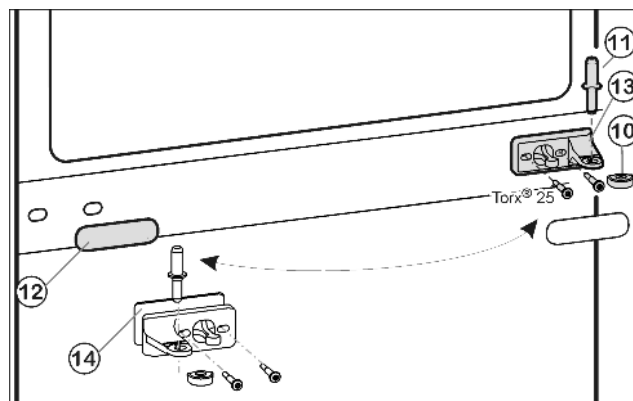
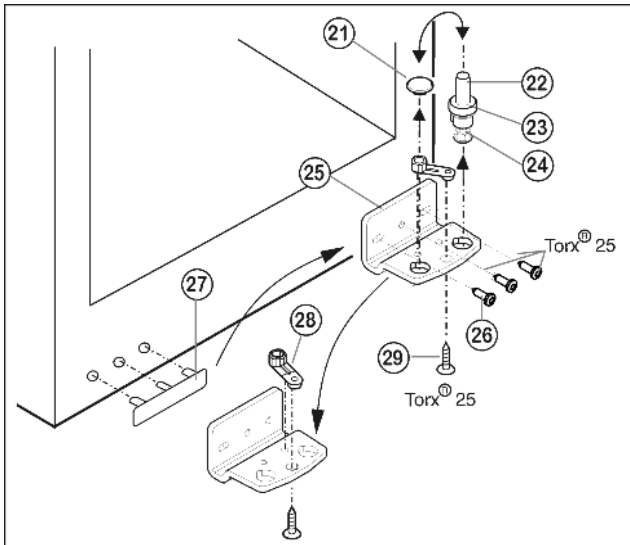

Fig. 5
Fig. 6
- ▶ Retirer le pivot central Fig. 5 (11) de sa charnière et de la porte inférieure.
- ▶ Retirer le capuchon en plastique Fig. 5 (10).
- ▶ Dévisser le support d'appui du milieu Fig. 5 (13) (2 Torx® 25).
- ▶ Retirer avec précaution le panneau-cache Fig. 5 (12) .
- ▶ Visser le support d'appui du milieu Fig. 5 (13) avec le support pivoté Fig. 5 (14) de 180° sur le nouveau côté charnière (avec 4 Nm).
- ▶ Encliqueter de nouveau le panneau-cache Fig. 5 (12) tourné de 180° sur le nouveau côté poignée.
- ▶ Dévisser le pivot Fig. 6 (22) complètement avec le disque Fig. 6 (23) et le pied réglable Fig. 6 (24) vers le haut.
- ▶ Enlever le bouchon Fig. 6 (21).
- ▶ Dévisser Fig. 6 (26) le support d'appui Fig. 6 (25).
- ▶ Dévisser l'élément pivotant Fig. 6 (28) et le permuter dans le trou opposé du support d'appui.
- ▶ Soulever le cache côté poignée Fig. 6 (27) avec précaution et le positionner sur le côté opposé.
- ▶ Revisser à fond le support d'appui Fig. 6 (25) sur le nouveau côté charnière en utilisant une visseuse sans fil si nécessaire, avec un couple de serrage de 4 Nm.
- ▶ Replacer le bouchon Fig. 6 (21) dans l'autre trou.
- ▶ Replacer le pivot Fig. 6 (22) complètement avec le disque et le pied réglable. Faire attention à ce que les ergots d'encliquetage soient tournés vers l'arrière.
- ▶ Placer la porte supérieure par le haut sur le pivot inférieur Fig. 6 (22).
- ▶ Remettre le capuchon en plastique Fig. 5 (10) sur le support d'appui central Fig. 5 (13).
- ▶ Placer le pivot du milieu Fig. 5 (11) sur le nouveau côté charnière à travers le support d'appui central Fig. 5 (13) dans la porte inférieure.
- ▶ Placer la porte supérieure sur le pivot du milieu Fig. 5 (11).
- ▶ Aligner éventuellement les portes à la carrosserie grâce aux deux trous longitudinaux dans le support d'appui inférieur Fig. 6 (25) et le support d'appui central Fig. 5 (13). Pour cela, dévisser la vis centrale du support d'appui inférieur Fig. 6 (25).